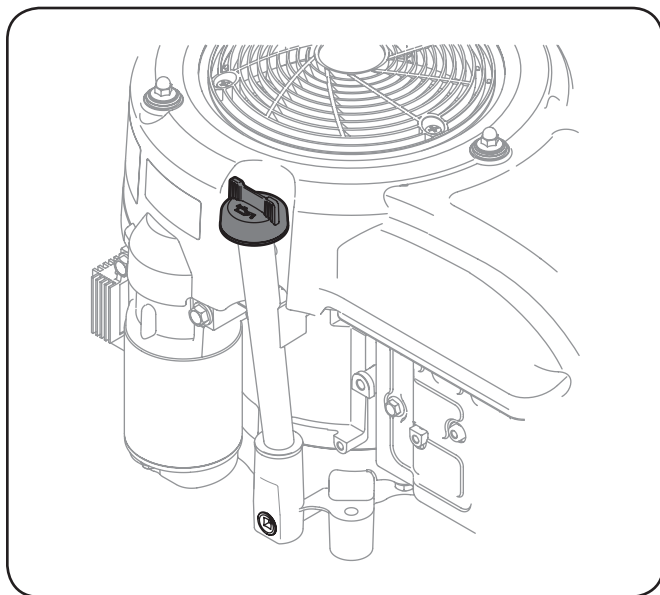

Figura 6-3
1. Limpie alrededor del tapón de la varilla y el tubo con un paño limpio para eliminar los residuos. Véa la Figura 6-3.